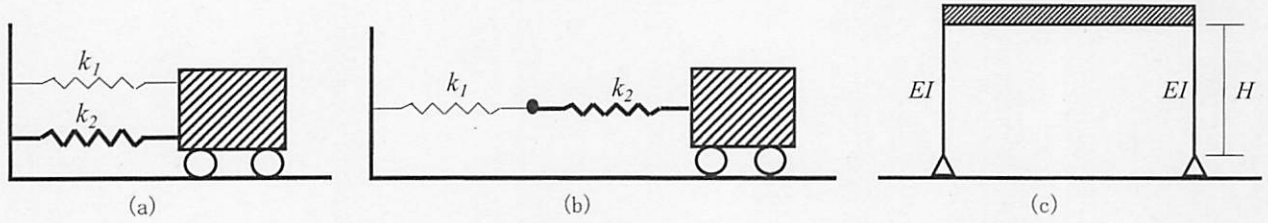

図2-1 構造モデル
- (1) 図2-1の(a)(b)(c)に示す構造モデルの水平剛性をそれぞれ求めなさい。ただし、(a)(b)の個々のばねの剛性を k_1 , k_2 とし、(c)の柱の内法高さを H 、曲げ剛性を EI 、梁は剛体とする。